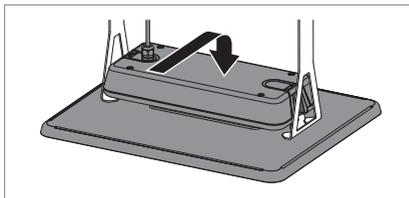

Fig. 4: Armatuur aan de plafondhouder hangen.
- ▶ Hang het armatuur aan de plafondhouder, zie Fig. 4.